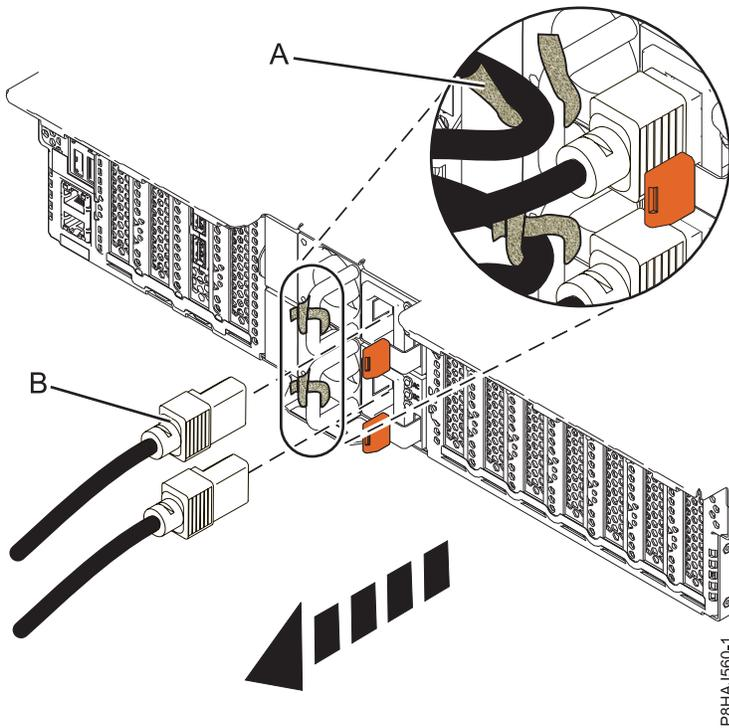
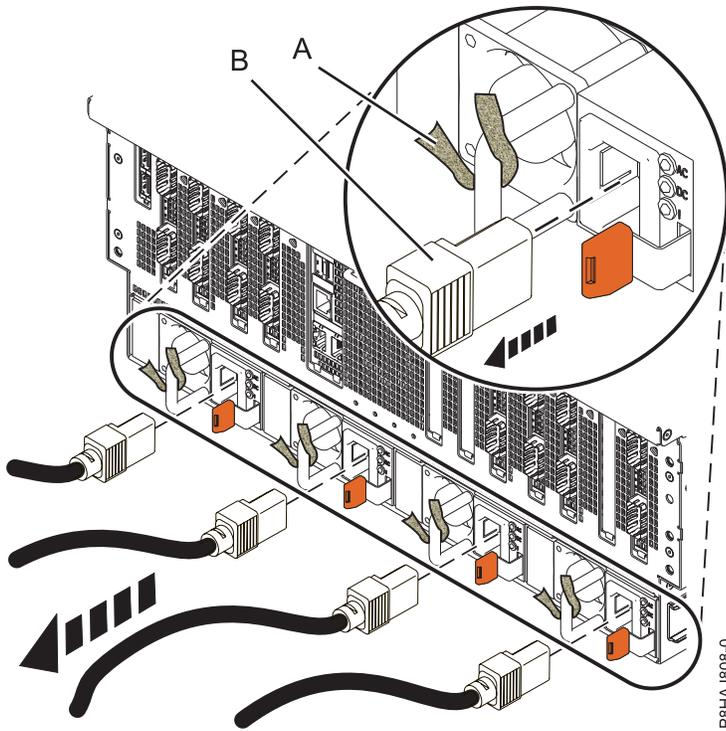

Abbildung 56. Netzkabel bei einem System vom Typ 5148-21L, 5148-22L, 8247-21L, 8247-22L, 8284-21A oder 8284-22A abziehen
Abbildung 57. Netzkabel bei einem System vom Typ 8408-44E oder 8408-E8E abziehen
3. Ziehen Sie die Netzkabel (**B**) von der Systemeinheit ab. Siehe Abbildung Abb. 55 auf Seite 71, Abb. 56 auf Seite 71 oder Abb. 57 auf Seite 72 (abhängig von Ihrem Systemtyp).